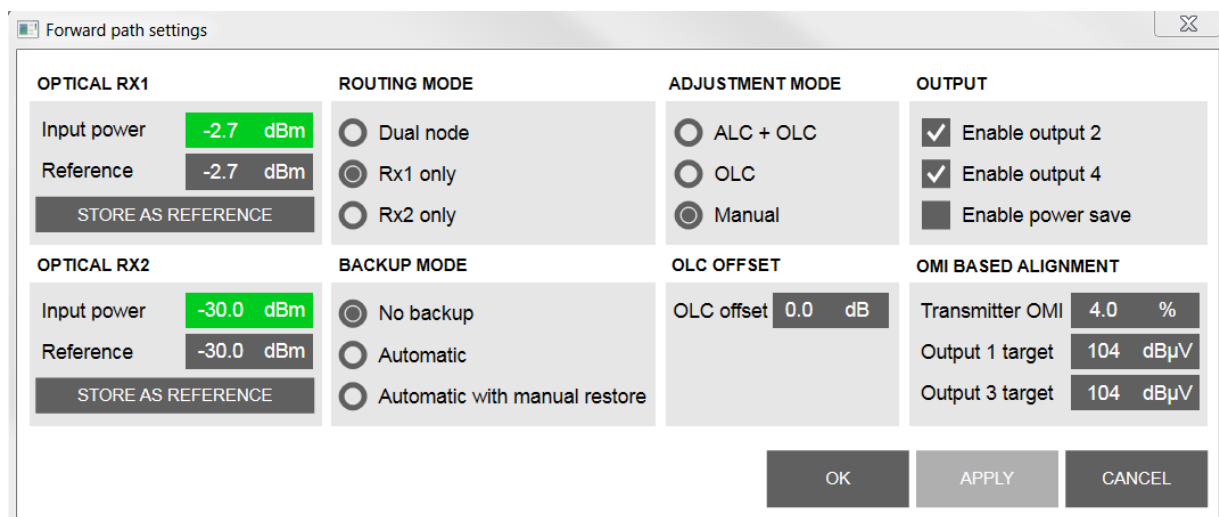

Fig. 6.
- Kies in het hierop volgende dialoogvenster voor de optie **Rx 1 only** en voor **No backup** en bevestig een eventuele wijziging met **Apply**. (Fig. 6)